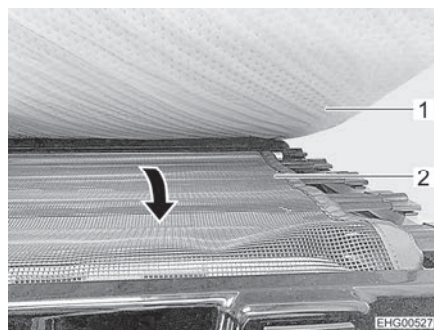

Fig. 62 Rete protettiva
- Sfilare la rete protettiva (Fig. 62,2) sotto il materasso (Fig. 62,1) e tenderla sopra l'apertura di ingresso.